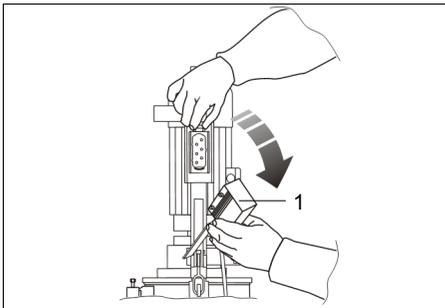

FIG.13 (Presa di alimentazione elettrica)
- 1) Togliere la presa di alimentazione elettrica del motoriduttore (FIG.13-Rif.1);